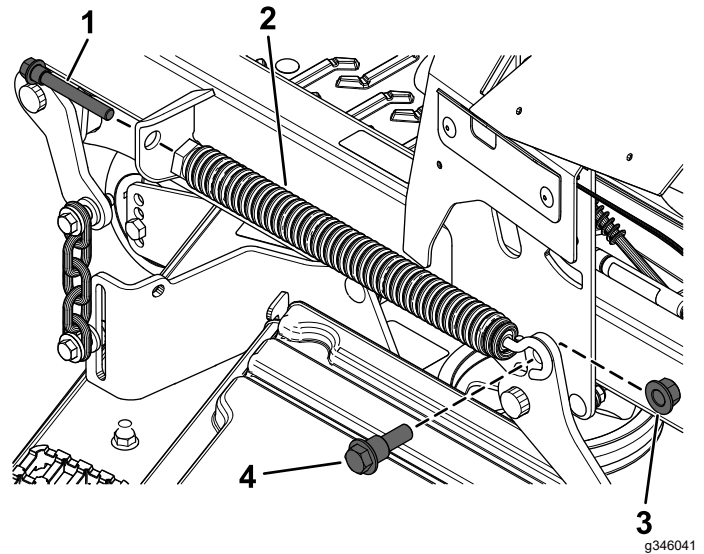

Bild 6
1. Entfernen Sie den Federbolzen, mit dem die Vorderseite der Mähwerkhubfeder gesichert ist (Bild 6).
2. Entfernen Sie die Ansatzschraube und die Sicherungsmutter ($\frac{1}{2}$ "), mit der die Rückseite der Mähwerkhubfeder befestigt ist (Bild 6).
3. Entfernen Sie die Mähwerkhubfeder (Bild 6).